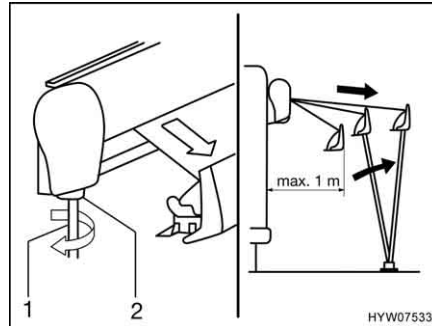

Fig. 13 Estrazione della tenda
- Inserire la manovella (Fig. 13,1) nel supporto a baionetta (Fig. 13,2) della tenda e girarla in senso antiorario. La tenda si apre dopo un paio di rotazioni.